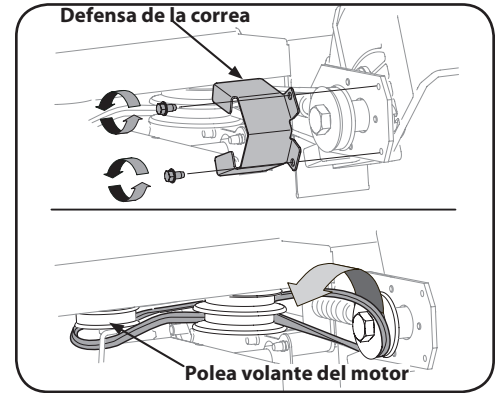

Figura 5-4
- Retire la guarda de la correa de las poleas del husillo sacando los dos tornillos autorroscantes que la sujetan al montaje de la placa de la cuchilla. Vea la Figura 5-4.
- Cuidadosamente retire la correa de las poleas, verificando una vez más la orientación de la correa. Descarte la correa. Vea la Figura 5-4.
**NOTA:** Asegúrese de que el lado "V" de la correa está asentado sobre la polea superior y que el lado plano de la correa está asentado sobre la polea inferior. Vea la Figura 5-4.